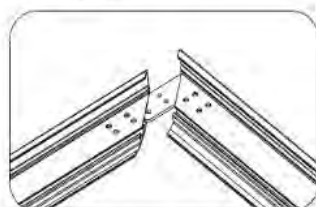

Рис. 4 Figures 4
2. Вставьте соединитель для рамы в алюминиевые комплектующие рамы как показано на картинке 2 и 3. Скрепите комплектующие рамы и соедините их шурупами М5 (рис. 4 и 5) при помощи крестовой отвертки.